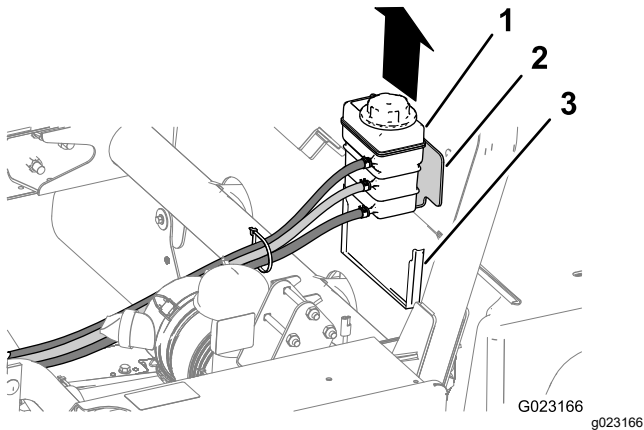

Figura 8
1. Eleve o depósito do líquido de arrefecimento para cima e para fora do suporte de apoio na parte de trás do resguardo do banco (Figura 8).